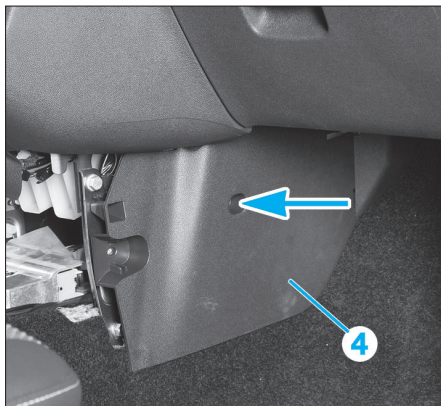

Fig. 23
- Déposer, de chaque côté, le cache (4) situé sous la console centrale (Fig.23).